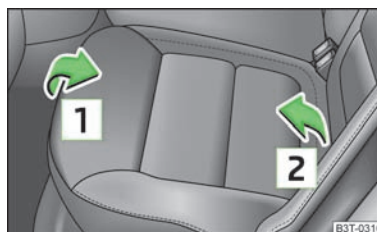

Fig. 62
- > Ridicați suprafața de șezut în sensul săgeții **1** » fig. 62 și rabatați-o în față în sensul săgeții **2**.